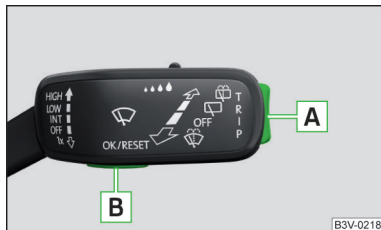
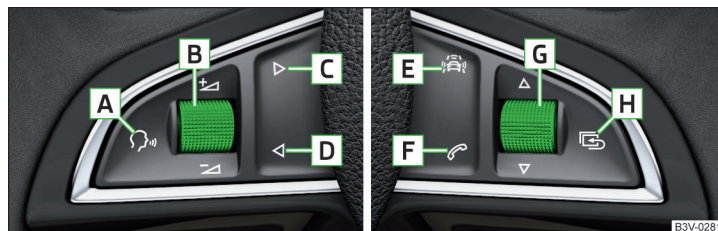

Fig. 32
Fig. 33 Touches / molette de réglage : sur le volant multifonction
▶ Maintenez la touche **A** sur le levier de commande enfoncée » fig. 32 à la page 49.
▶ Appuyez de façon prolongée sur la molette de réglage **G** du volant multifonction » fig. 33 à la page 49.
Les menus peuvent être contrôlés à l'aide des touches sur le levier de commande » fig. 32 à la page 49 ou sur le volant multifonctions » fig. 33 à la page 49. ▶
Faites tourner la molette de réglage **G** » fig. 33 à la page 49 sur le volant multifonction pour faire afficher le menu **Dern. destin.**
- Tournez la molette de réglage  > **fig. 33** à la page 49.